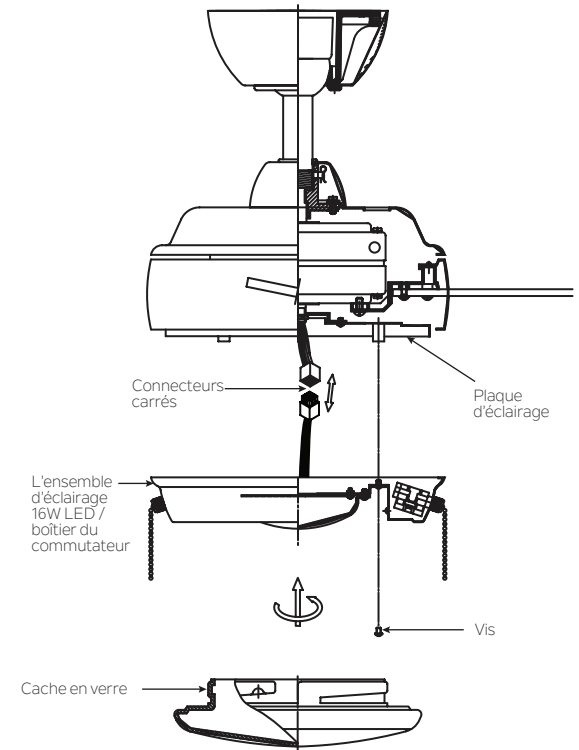

Fig. 16
Étape 1. Desserrer les trois vis de montage à l'intérieur du boîtier du commutateur/ensemble d'éclairage LED 16W. (Fig.16)
Étape 3. Rentrer soigneusement les connexions dans la plaque lumineuse. Placer les trous en forme de serrure sur le boîtier commutateur/ensemble d'éclairage LED 16W par-dessus les 2 vis précédemment desserrées de la plaque lumineuse, tourner l'ensemble d'éclairage/boîtier du commutateur jusqu'à ce qu'il s'enclenche dans la section étroite des trous en forme de serrure. Fixer en serrant les trois vis. (Fig.16)
Étape 4. Soulever le cache en verre contre l'ensemble d'éclairage/boîtier du commutateur LED 16W et le tourner dans le sens des aiguilles d'une montre jusqu'à ce qu'il soit bien ajusté. NE PAS SERRER EXCESSIVEMENT. (Fig. 16)